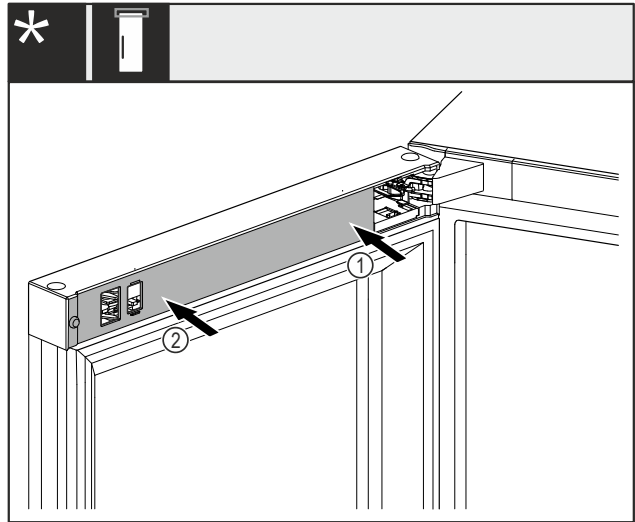

Fig. 34
- Abdeckung Fig. 34 (1) zuerst an der Lagerbockseite aufsetzen und einrasten.
- Abdeckung Fig. 34 (2) an der Aussenseite aufsetzen und einrasten.